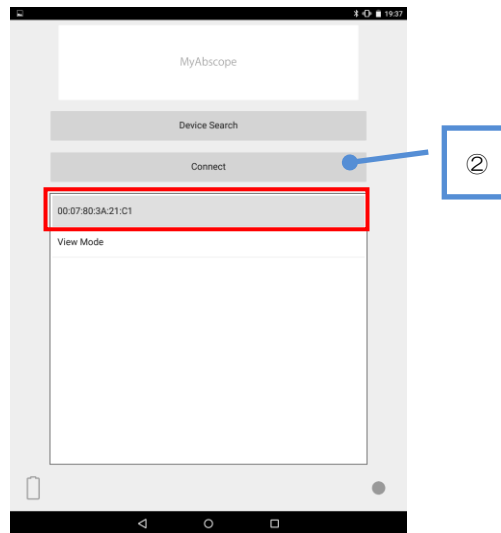

図 2-5：アドレスの選択表示画面
- (5) 接続したい装置本体裏面に記載されているアドレス（Bluetooth Device Address）と同じアドレスをタップしてください。アドレスの背景色が変わり（図 2-5）、選択表示されます。